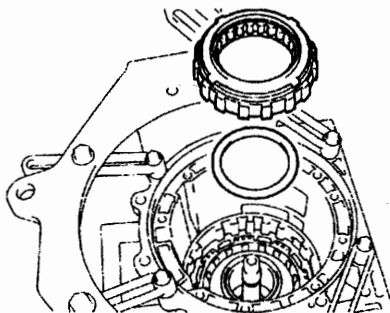

图 12-1-24
(35) 如图 12-1-24 所示, 从变速器壳上拆下单向离合器总成和 1 号行星轮架止推垫圈。